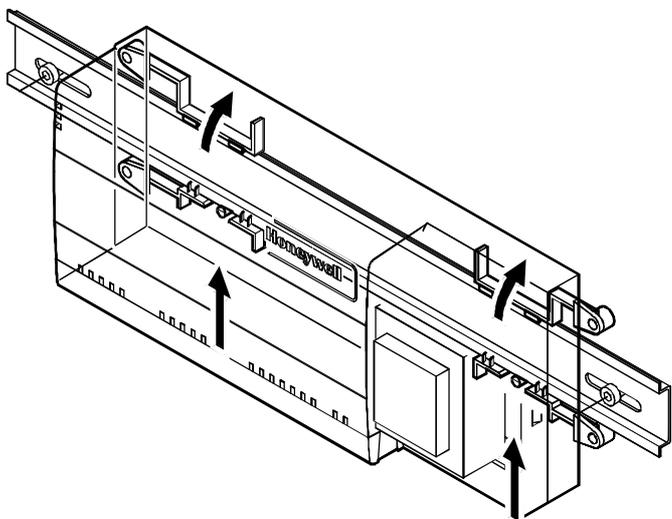

Рис. 3. Установка на рейке DIN .
7.5 мм). Монтажные размеры указаны на Рис.2. Для монтажа на рейках - см. Рис.3. Тип и длина винтов, необходимых для установки на винтах, зависит от материала панели, используемой для монтажа контроллера.